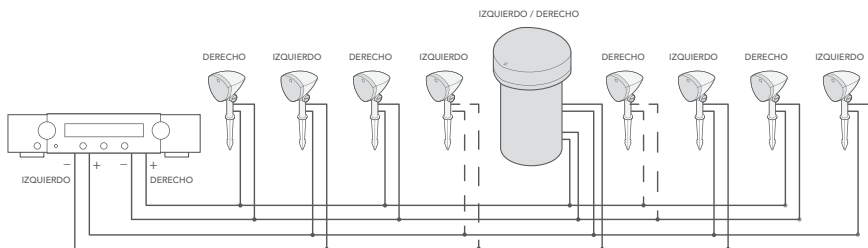

Figura 6
5. Pase el cable del altavoz a través de la zanja, tal como se describe en las instrucciones de cableado de la sección 6 "Instalación de los altavoces satélite" en la página siguiente. Recomendamos dejar entre 14 y 16 pulgadas de cable sobrante por altavoz para que el cable no se retuerza o se tense al recubrir el cable de polvo en la zanja. La Figura 6 muestra el cableado de un sistema completo que utiliza un amplificador estéreo.
1. Con todos los altavoces y subwoofers correctamente conectados, asegúrese de que el amplificador/receptor esté apagado. Conecte los cables del altavoz izquierdo/derecho a los terminales respectivos positivo (+) y negativo (-) del amplificador/receptor (consulte el diagrama de cableado del amplificador en la figura 6).